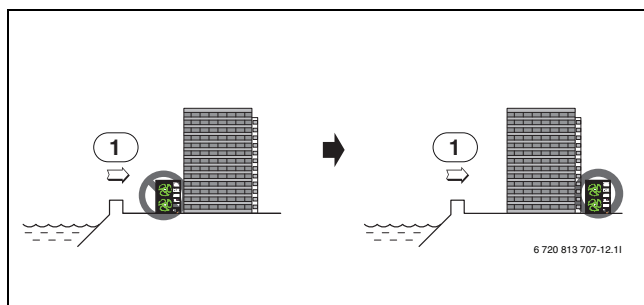

Fig. 13
- Udeenheden opstilles på den side der er modsat havvinden (→ fig. 13).